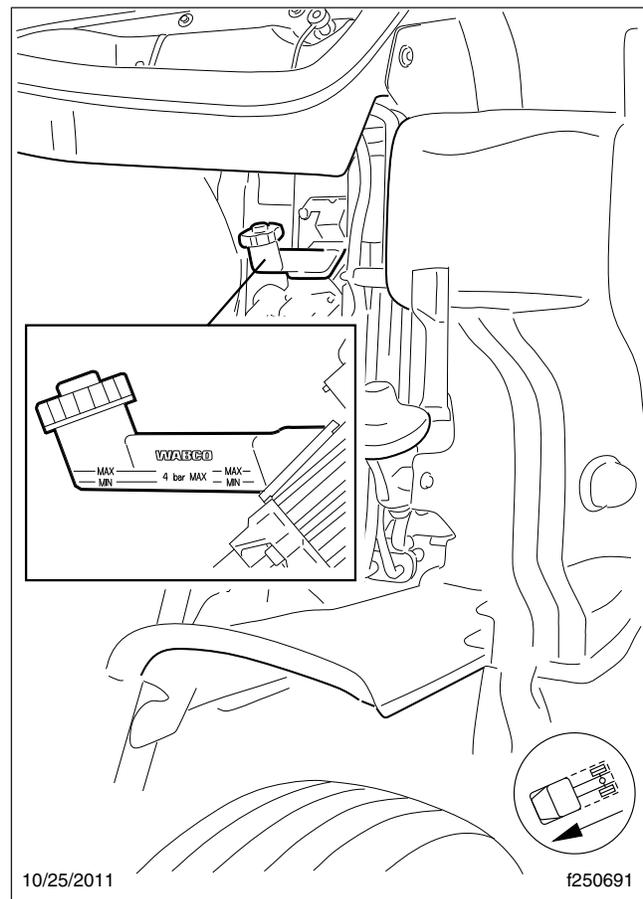

Figura 4, Depósito, control del embrague hidráulico
Si el nivel del líquido está por debajo de la línea MIN, llene el depósito con líquido para frenos DOT 4 nuevo de un recipiente sellado herméticamente hasta que el nivel llegue a la línea MAX. Vea la **Figura 4**.
3. Retire la tapa del depósito (vea la **Figura 4**) e instale el adaptador de purga a presión en el depósito.
2. Retire la tapa del depósito y llénelo (vea la **Figura 4**) con líquido para frenos DOT 4 de un recipiente sellado herméticamente.